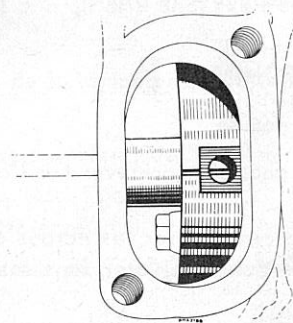

Fig. 65
- Faire tourner le circlips porte-repère pour obtenir cette position (Fig. 65).